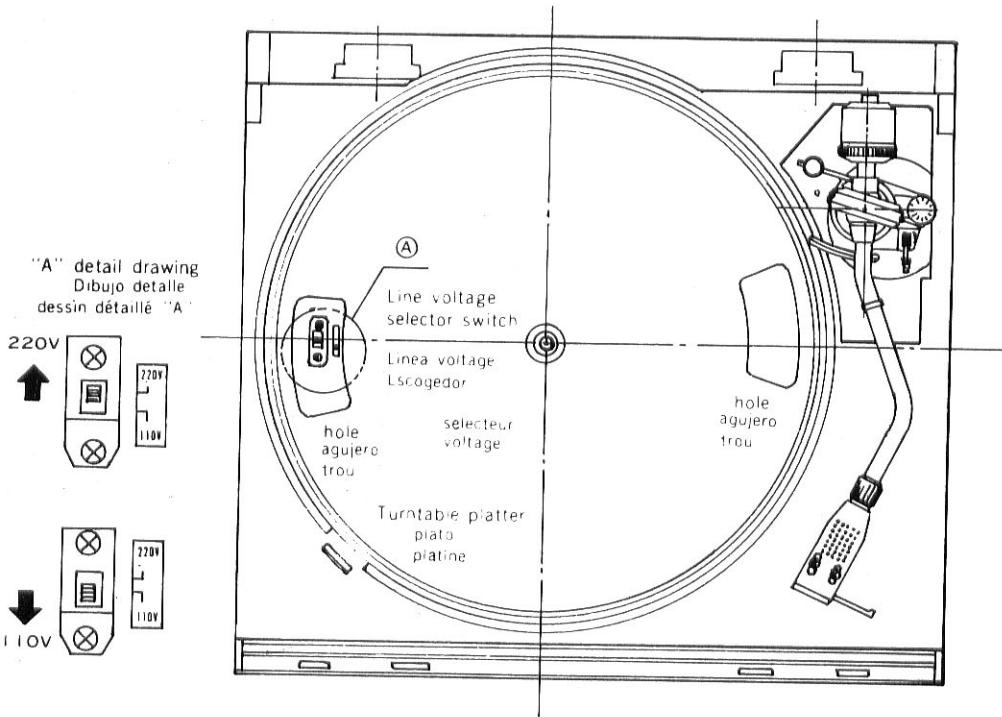

Fig 1 Figura 1 Abb 1
- 2) Turn the turntable platter until the selector switch shown through the hole of platter (See figure 1)
- 2) Tournez le plateau de la platine de façon à ce que le sélecteur apparaisse à travers l'ouverture qui est sur ce dernier. (Voir fig. 1)
**Note:** The line voltage selector switch is mounted on the top surface of cabinet, and located underneath the turntable platter (See figure 1).
**N.B.:** Le commutateur de sélection du voltage est monté sur la face supérieure du boîtier, sous le plateau du tourne-disque.(voir fig.1)